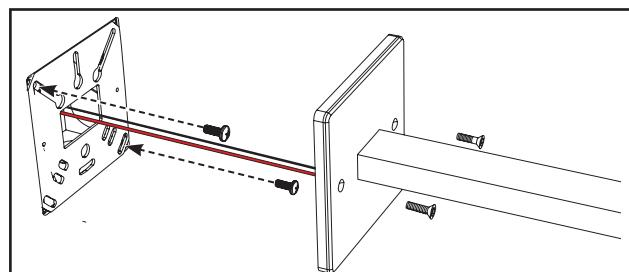

Figura 2.
- Empuje todos los cables y el controlador hacia adentro de la caja de derivación. Mantenga los cables de salida del controlador y los de tensión de línea lo más separados posible. Coloque la placa de montaje por encima de la caja de derivación y asegúrela con los dos tornillos. (Figura 2.)